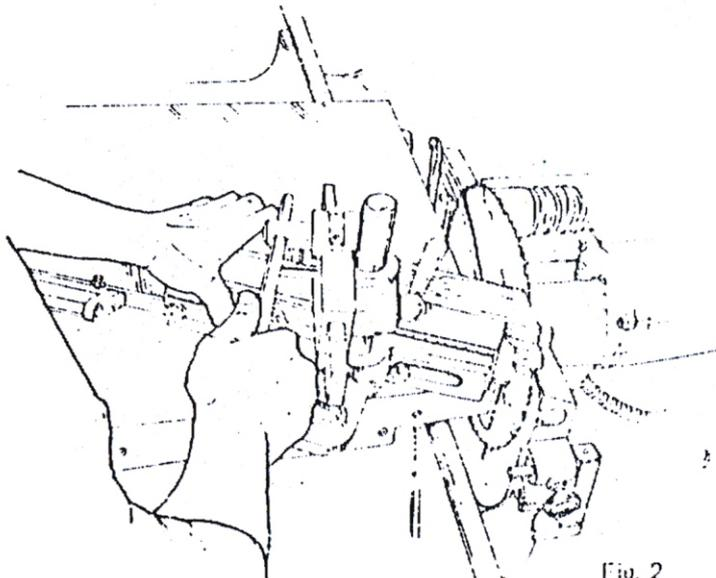

Fig. 2
- b - Prenda a peça na mesa (fig. 2)